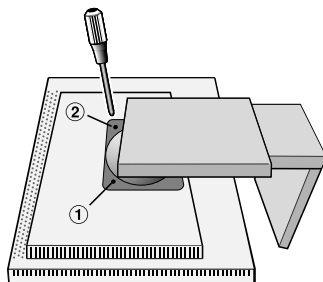
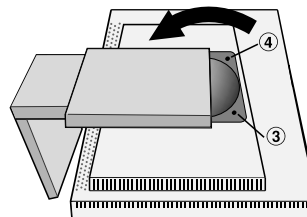

Рисунок S.2
Рисунок S.3
4. Отвинтите 2 верхних винта, крепящие монитор к подставке (**Рисунок S.2**). Поверните подставку на 180° против часовой стрелки (будут слышны два щелчка). Отвинтите винты от основания (**Рисунок S.3**) и снимите подставку. Теперь монитор готов к установке в другом положении.